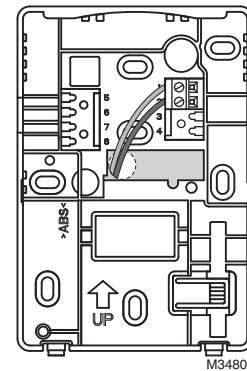

Fig. 6. Connessioni ai terminali.
Collegare i cavi alla centralina programmabile e agli appropriati terminali del modulo da parete, come indicato nella Fig. 6 a pagina 3.
Cablare la morsettieria illustrata nella Fig. 6 come segue:
3. Rivedere e verificare il cablaggio dei terminali, illustrato nella Fig. 6.